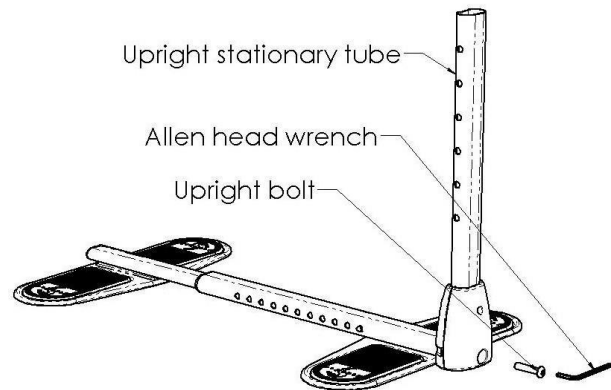

Figure 1
**Faites** pivoter le **tube stationnaire** vertical en position verticale comme illustré à la figure 1 et insérez le **boulon vertical** dans le grand trou du couvercle en plastique situé à la base du **tube stationnaire vertical** et serrez le **boulon vertical** avec la **clé Allen**.